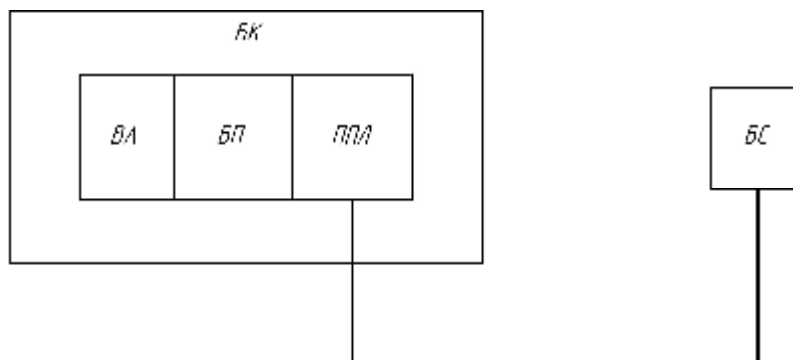

Рисунок.2 Внешний вид блока коммуникационного
1.5.6 Для расширения эксплуатационных возможностей ППЛ НТС-7042М с блоком питания и автоматическим выключателем смонтирован в защитную оболочку, образуя блок коммуникационный в дальнейшем -БК. Внешний вид блока коммуникационного на рис.2:
Рисунок 2а. Структурная схема приемопередатчика линейного НТС-7042М